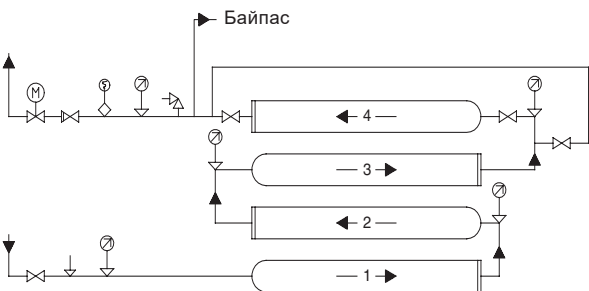

Рис. 9 Блок из четырех последовательно включенных бустерных модулей с байпасной линией, размещенных друг над другом
- Для последовательно включенных бустерных модулей с байпасной линией рекомендуется приведенная на рис. 9 схема разводки труб.